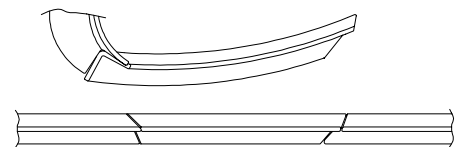

Abb. 1
- Standard-Schaltung der Weichen (s. Abb. 1):
- Weiche mit Hilfe des Vorschalthebels (1) schalten.
- Über die Winkelgelenkstangen (2) klappt der Weichenschenkel (Gerade) nach oben und hinten.
- Eine Druckfeder (4) wird aktiviert.